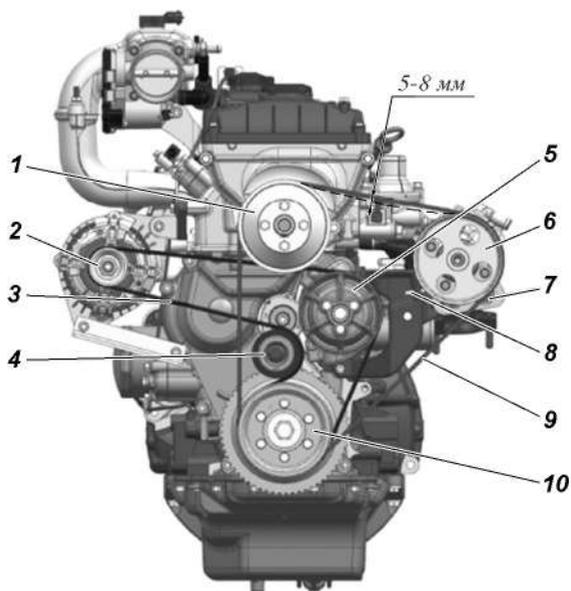

Рис. 9.6. Натяжение ремней привода агрегатов:
**На автомобилях без кондиционера**, натяжение ремня 3 (рис. 9.6) привода насоса системы охлаждения и генератора обеспечивается автоматическим механизмом натяжения 4. В процессе эксплуатации автоматический механизм натяжения не требует обслуживания и регулировки.
Натяжение ремня 9 (рис. 9.6) привода вентилятора и насоса гидроусилителя рулевого управления производится перемещением насоса 6, для чего необходимо: ослабить болты 7, регулировочным болтом 8 отрегулировать натяжение ремня, перемещая насос по направляющим. Затянуть болты 7. Нормальный прогиб ремня должен быть 5-8 мм при нажатии на него с усилием 39,2 Н (4 кгс).